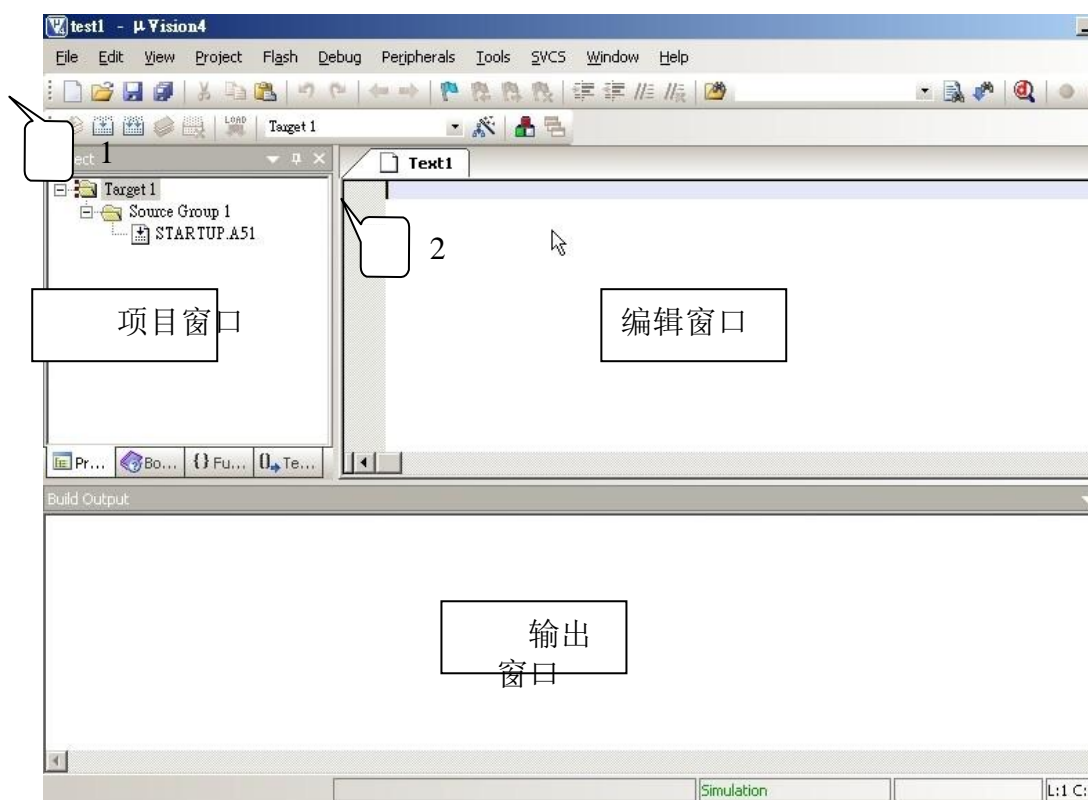

图 1-8 新建
(3) 首先在项目中建立新的程序档案或加入旧程序档案。如果您没有现成的程序或是第一次使用，那么就要新建一个 C 程序档案。在 C51 中有一些程序的范例，但是在这里我们还是以一个 C 程序为例介绍如何新建一个 C 程序，和如何加到您的第一个专案中吧。点击图 1-8 中 1 的新建文件的图标按钮，在 2 中出现一个新的文字编辑窗口，或是也能透过选单 File/New 或是按下快捷键 Ctrl+n 来实现。接着现在就能编写程序了。